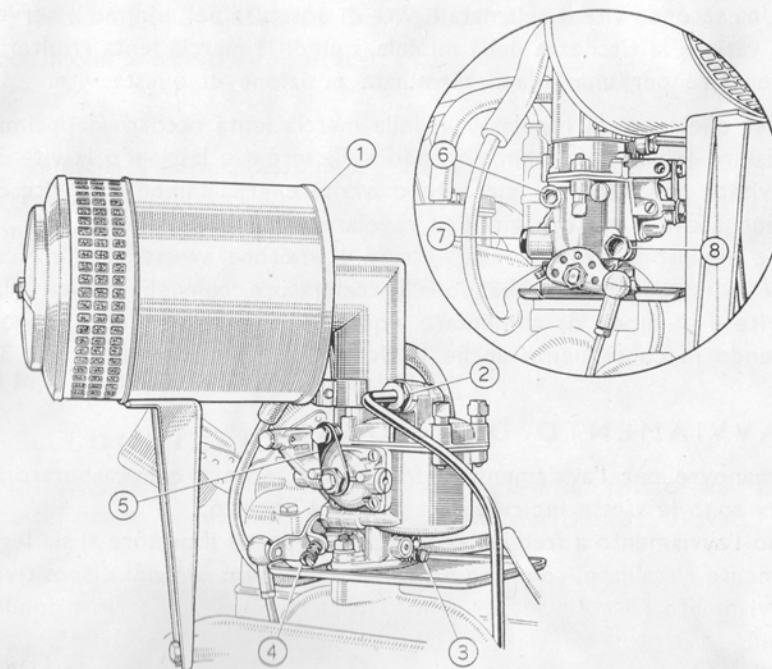

Fig. 65. - Regolazione del carburatore Solex.
- La velocità del motore a marcia lenta si fa variare per mezzo di una vite 4 (fig. 65) che limita la chiusura della farfalla del carburatore.